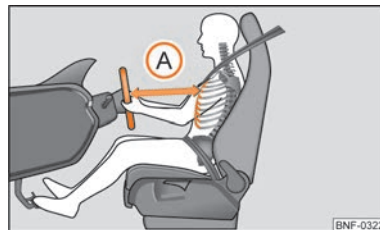

Fig. 78 Sikker afstand til rattet
- Det er vigtigt, at føreren og forsædepassageren holder en afstand på mindst 25 cm til henholdsvis rattet og instrumentpanelet ⇒ Fig. 78 (A). Hvis du ikke overholder minimumsafstanden, kan airbagsystemet ikke beskytte, som det skal - livsfare! Desuden skal forsæderne altid være indstillet korrekt, så de passer til kroppens størrelse.